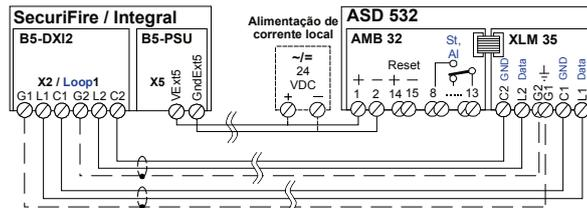

Fig. 38 Ligação a partir de XLM 35
- A ligação ou passagem do cabo entre o **XLM 35** e a CDI SecuriFire ou Integral tem de ser cumprida em conformidade com a Fig. 38 (L1 em L1, C1 em C1, etc.).